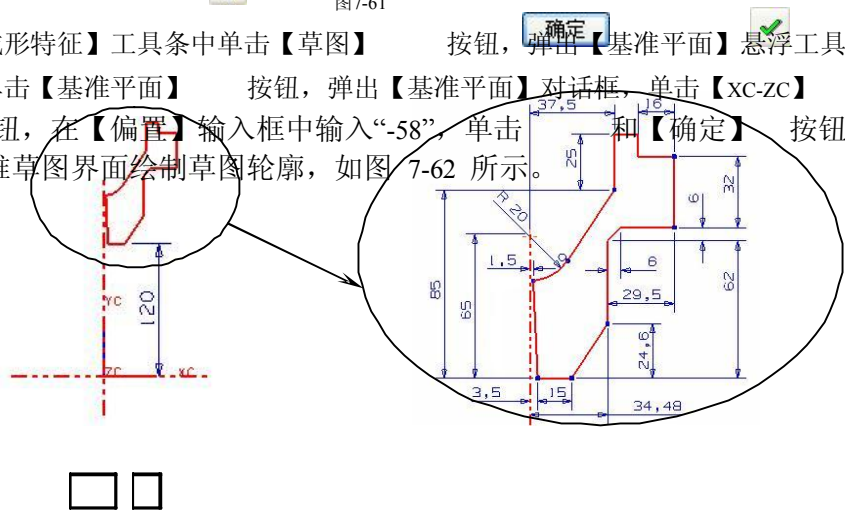

图 7-62
4. 在【成形特征】工具条中单击【草图】按钮，弹出【基准平面】悬浮工具条。单击【基准平面】按钮，弹出【基准平面】对话框，单击【XC-ZC】按钮，在【偏置】输入框中输入“-58”，单击和【确定】按钮进入二维草图界面绘制草图轮廓，如图 7-62 所示。